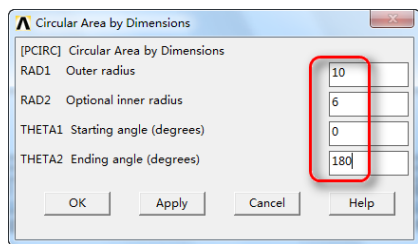

图 3-61 创建圆面
①从主菜单中选择 Main Menu: Preprocessor > Modeling > Create > Areas > Circle > By Dimensions ...
②打开创建圆的对话框,设置 RAD1 = 10, RAD2 = 6, THETA1 = 0, THETA2 = 180, 单击“OK”按钮,如图 3-61 所示。